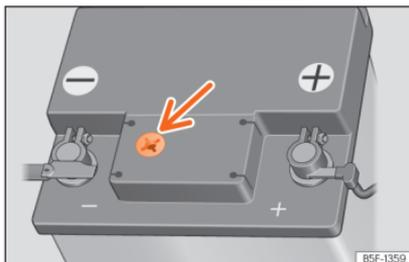

Fig. 250 Janela de inspeção na parte superior da bateria de 12 volts (representação esquemática).
- Verifique o indicador de cor na janela de inspeção, na parte superior da bateria » **Fig. 250.** Procure uma iluminação suficiente que permita identificar claramente a cor que aparece na janela de inspeção. Nunca utilize como fonte de luz chamas nem objetos que ardam sem lume.